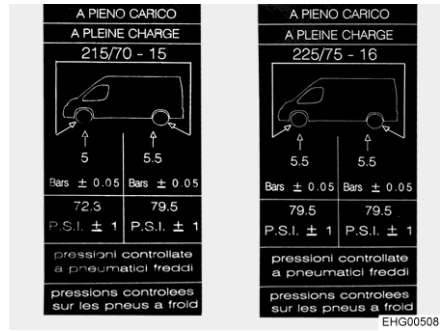

Bild 114 Hinweisaufkleber zum Reifendruck an B-Säule (Beispiel)
- ▷ Hinweisaufkleber mit dem benötigten Reifendruck sind auf der Innenseite der B-Säule angebracht (siehe Bild 114).